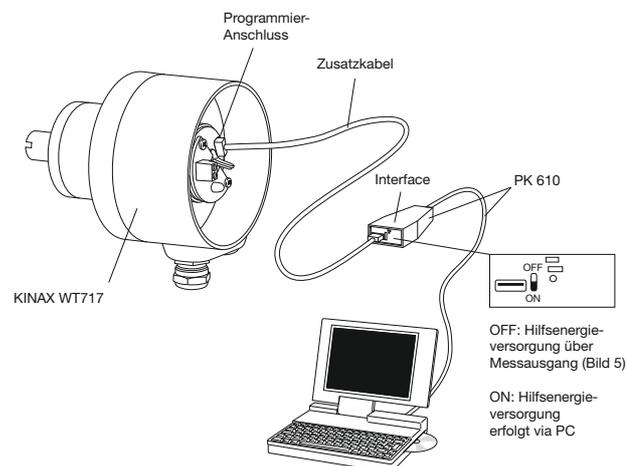
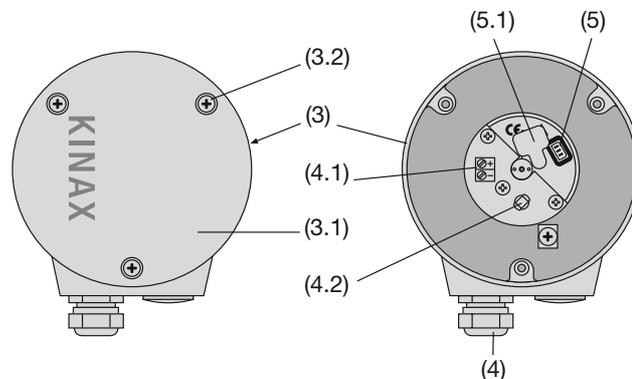

Bild 3
Bild 4. Rückenteil (3) mit Klemmen (4.1) und Stopfbuchse (4).
1. Deckel (3.1 in Bild 4) entfernen. Durch Abziehen des Gummi-Verschlusses (5.1) wird der Programmieranschluss (5) zugänglich (siehe Abschnitt "8.1 Leitungen anschliessen"). KINAX WT 717 nach Bild 3 mit der Programmiereinrichtung verbinden. Konfigurations-Software 2W2 starten. Gerät – wenn nötig – mit den gewünschten Messbereichsdaten konfigurieren.
Sodann die Leitungsenden auf passende Länge absisolieren und nach Bild 4 an den Klemmen (4.1) anschliessen.
1. Messumformer in Betrieb nehmen und gemäss Bild 3 an Programmier-einrichtung anschliessen (Schalter AUX am PK 610 auf OFF).